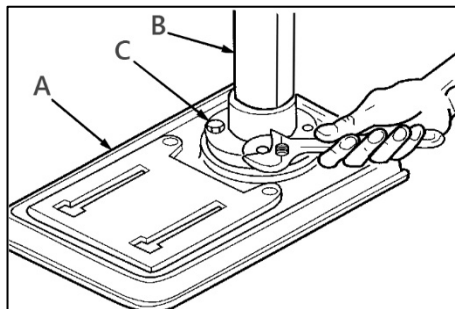

Рисунок 3.
Расположите колонну (B) (рис. 3) в сборе на основании (A), выровняйте отверстия во фланце (C) с отверстиями в основании (A). Вставьте болт в каждое отверстие фланца и основания и затяните подходящим гаечным ключом.